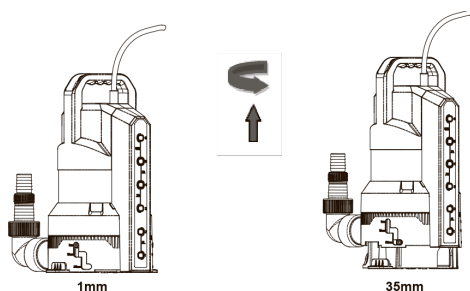

рис.10
6. Для изменения режима «чистая - слегка загрязненная - грязная вода» (1/15/35мм) (рис.10) слегка поднимите и поверните насос до определенного размера частиц, в соответствии с Вашими потребностями.